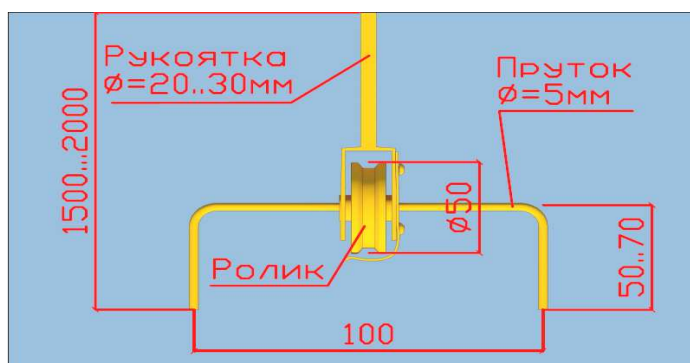

Рис.5
3.2.3. Для монтажа козырька используйте монтажную штангу, внешний вид которой и основные функциональные размеры приведены на рис.5 . Монтажная штанга должна быть прочной на изгиб и выдерживать вес не менее 30 кг.